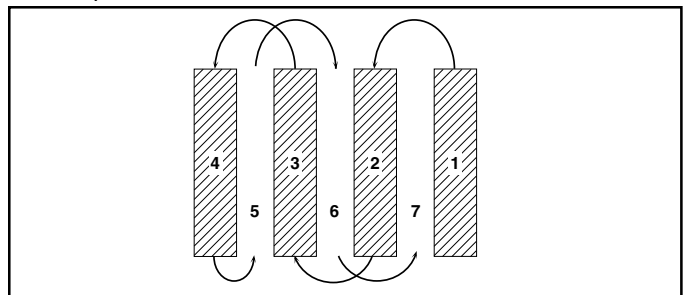

FIG. 14
- Vous trouverez le labourage beaucoup plus facile si vous laissez un sillon non bêché entre les passes. En ce temps-là retourner entre le rang de labourage (Voyez la Fig. 14). Il y a deux raisons pour faire ceci. Premièrement, des virages larges sont beaucoup plus faciles à prendre que faire des demi-tours. Deuxièmement, la motobineuse ne vous entraînera pas vers le rang bêché qui est le plus proche.